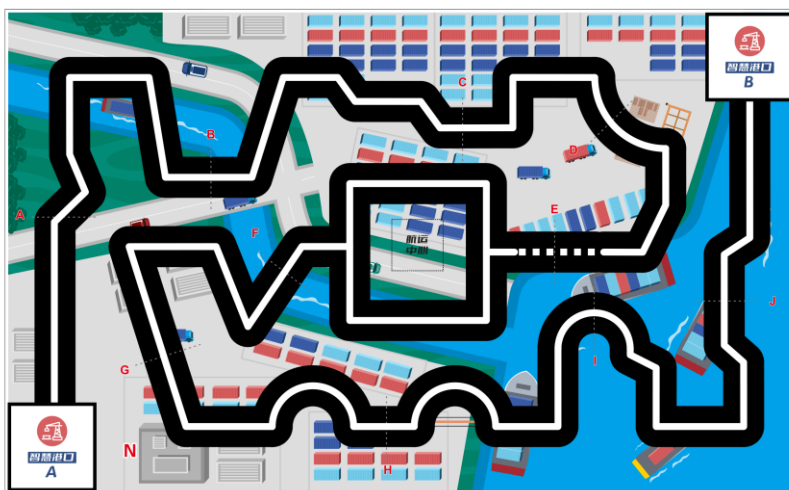

图 1 比赛场地
比赛场地由拼接式赛台、地图和任务模型组成，图 1 是一个比赛场地的实例，实际场地以现场公布为准。
彩色喷绘的地图铺设在赛台的底板上。地图上有两个启动区（A 启动区及 B 启动区），不规则分布着有白色引导线的主干道和几个功能区，图 1 中的地图仅为示例，比赛用的地图在赛前公布。
4.2.2.1 图 1 中，沿着主干道有 10 条与引导线正交的标记线。在标记线旁分别以“A、B、C、……J”英文字母标注。